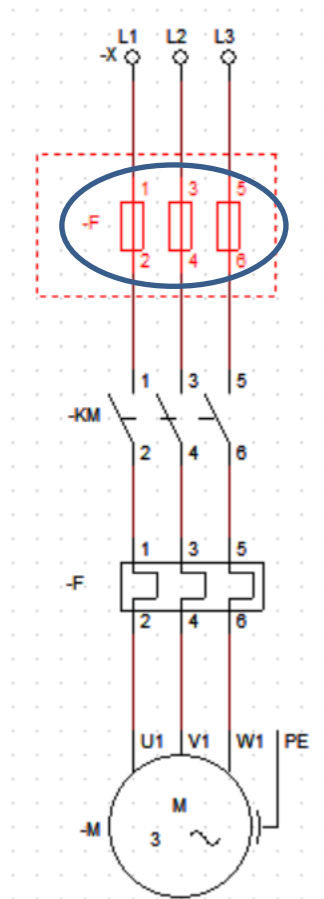

Figura 17 – Esquema de Força (Clicar nos fusíveis)
O esquema de força completo para a simulação da partida do motor de indução trifásico pode ser visto na Figura 17.
11) Ao clicar duas vezes nos fusíveis da Figura 17, abrirá a janela da Figura 18, onde podemos alterar o nome do fusível. Após colocar o nome desejado, clicamos em **OK**.